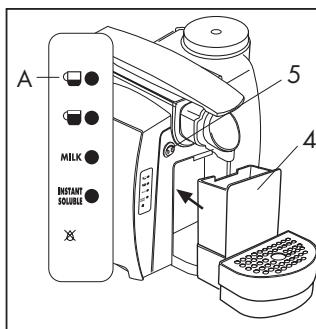

Fig. 18
Après son nettoyage, réintroduire le bac avec le porte-capsules (4). Réarmer la machine en gardant la touche de distribution ☐ (A) enfoncee pendant deux secondes ou éteindre et rallumer la machine avec l'interrupteur principal (5). **Fig. 18**.